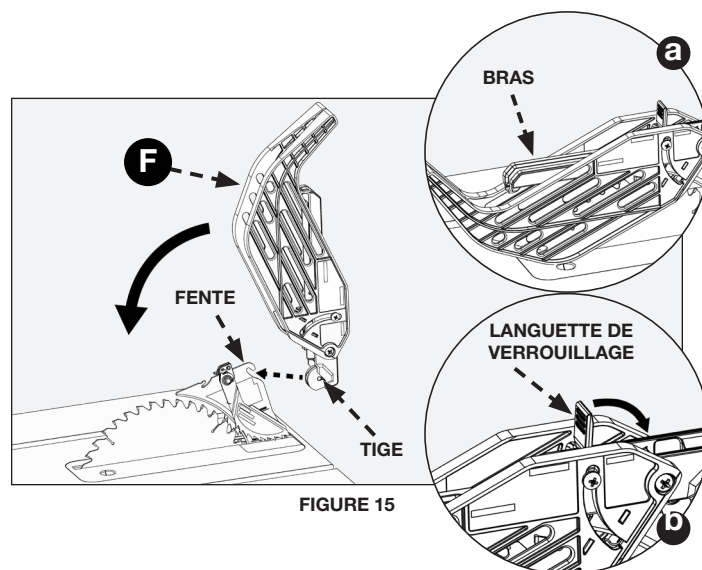

FIGURE 15
Tout en maintenant le protège-lame (F) en position verticale, comme illustré sur la figure 15, tirez la tige du protège-lame complètement vers le haut dans la fente sur le couteau diviseur.